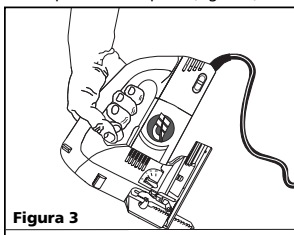

Figura 3
2. Incline la herramienta hacia adelante sobre el borde delantero de la base con la hoja ubicada apenas encima de la superficie de la pieza (Figura 3).